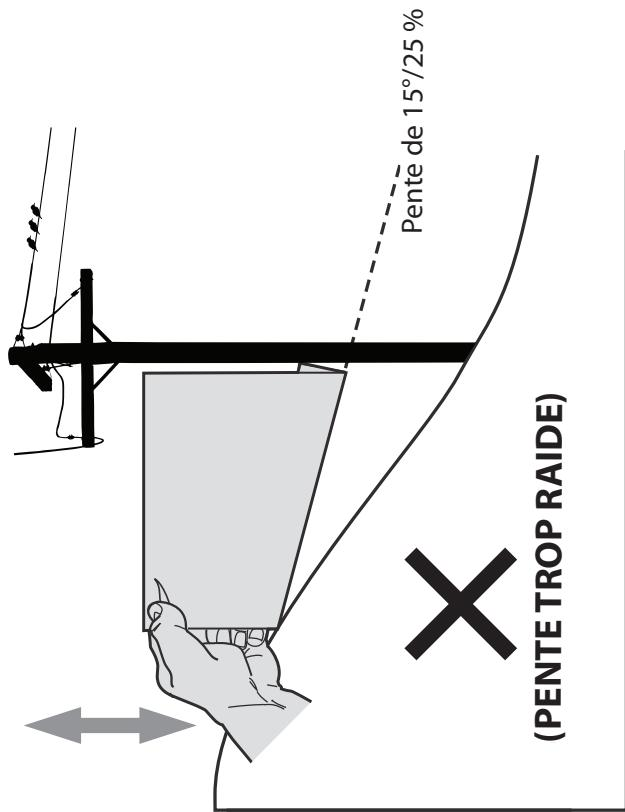

Figure 2
3. Alignez un côté de l'inclinomètre avec l'objet (voir Figure 1 et Figure 2).
4. Réglez l'inclinomètre vers le haut ou vers le bas jusqu'à ce que le coin gauche touche la pente (voir Figure 1 et Figure 2).
5. S'il y a un écart sous l'inclinomètre, la pente est trop raide pour une utilisation sans danger (voir Figure 2).